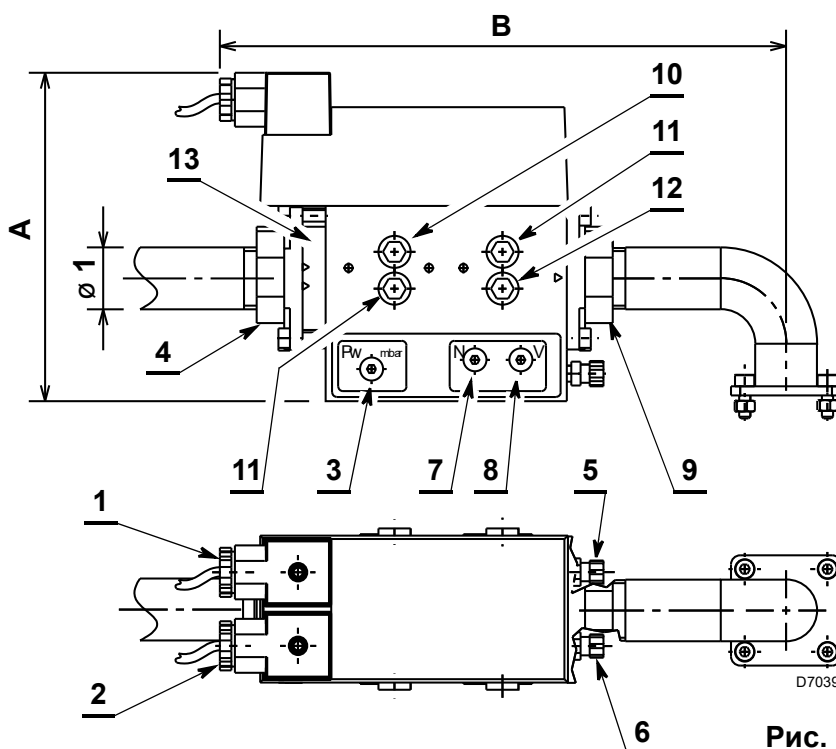

Рис. 1
- Снимите с фланца (4, рис. 1) защитную заглушку и присоедините трубопровод подачи газа.